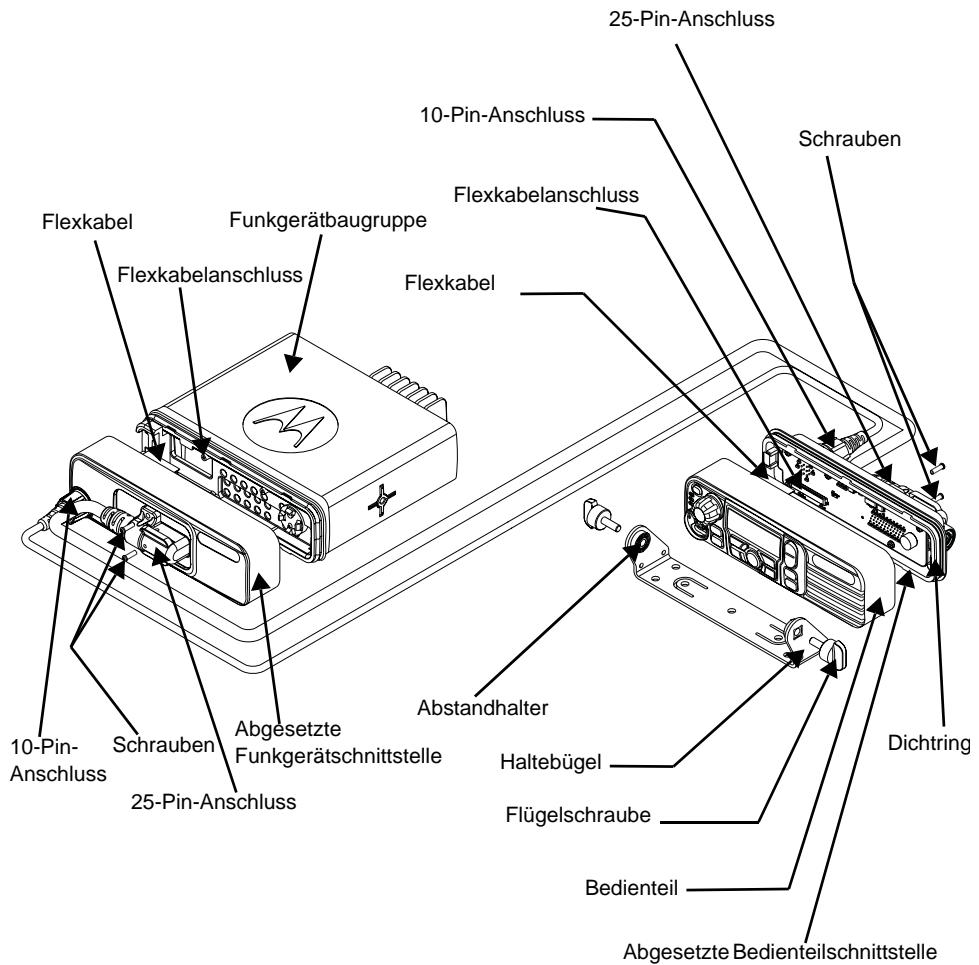

Abb. 3 Montage des abgesetzten Bedienteils und Haltebügels
1. Vergewissern Sie sich, dass das Flexkabel richtig in den Anschluss des Bedienteils eingeschoben ist (siehe Abb. 3).
2. Verbinden Sie das Flexkabel mit dem Flexkabelanschluss am abgesetzten Bedienteil-Schnittstellenmodul und vergewissern Sie sich, dass es richtig eingeschoben ist (siehe Abb. 3).
1. Vergewissern Sie sich, dass das Flexkabel richtig in den Anschluss des abgesetzten Funkgerät-Schnittstellenmoduls eingeschoben ist (siehe Abb. 3).
2. Verbinden Sie das Flexkabel mit dem Flexkabelanschluss der Funkgerätabauposition und vergewissern Sie sich, dass es vollständig eingeschoben ist (siehe Abb. 3).